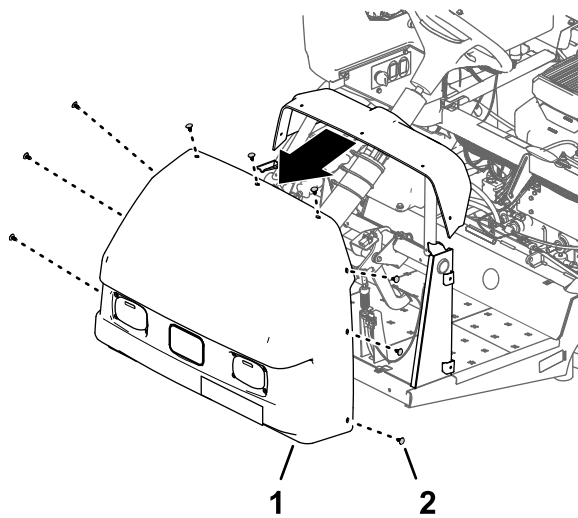

图 15
- 拆下将机罩固定到仪表板和机器机架的 9 个压入式紧固件 **图 15**。
- 从机器上取下机罩 **图 15**。